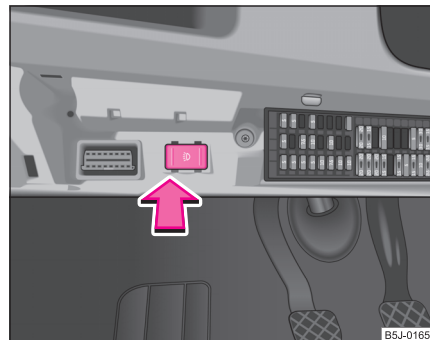

Abb. 33 Sicherungs-
- Schalten Sie den Schalter für das Tagesfahrlicht ein ⇒ Seite 56, Abb. 33.
- Schalten Sie den Schalter für das Tagesfahrlicht aus ⇒ Seite 56, Abb. 33.